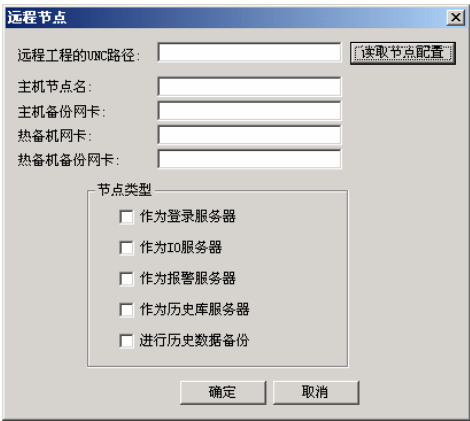

图 11-5 远程站点配置对话框
- 3、执行此命令后弹出远程站点配置对话框，如图 11-5 所示：